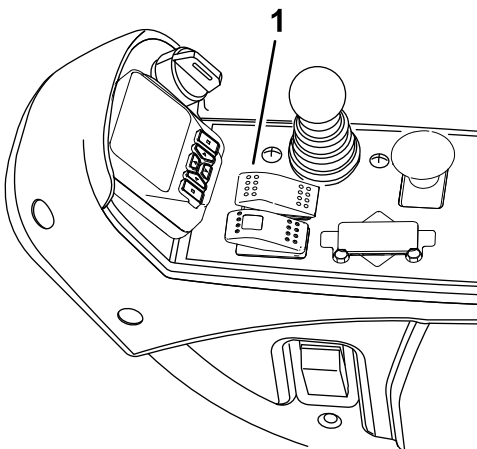
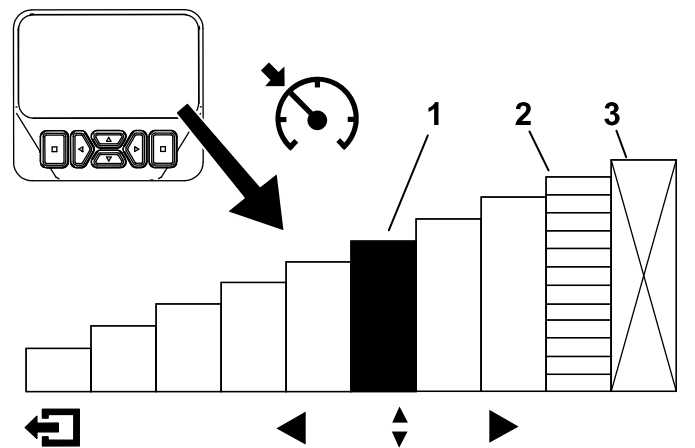

Figure 30
Figure 31
Après avoir activé la commande du régulateur de vitesse et programmé la vitesse (Figure 30), utilisez l'InfoCenter pour régler la vitesse du régulateur de vitesse (Figure 30 et Figure 31).
1. Placez la commande du régulateur de vitesse en position activée sur la console (Figure 30).
2. Utilisez l'affichage de l'InfoCenter pour régler la vitesse du régulateur de vitesse (Figure 31).